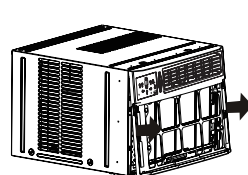

Figure 3
- Poussez le côté métallique de l'armoire pour libérer les languettes en plastique de chaque côté du panneau avant (voir Figure 3).